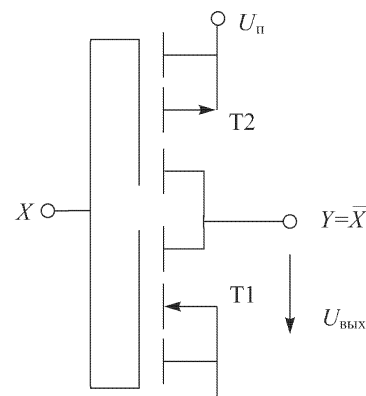

Рис. 24
3. В инверторе на КМОП транзисторах (рис. 24) сопротивление n -канала в открытом состоянии составляет 200 Ом, в закрытом – 40 кОм. Сопротивление p -канала равно соответственно 400 Ом и 100 кОм для открытого и закрытого транзистора. Определить выходное напряжение логической единицы $U_{\text{ВЫХ}}^1$ в режиме холостого хода, т. е. при токе нагрузки равном нулю. $U_{\Pi} = 5$ В.